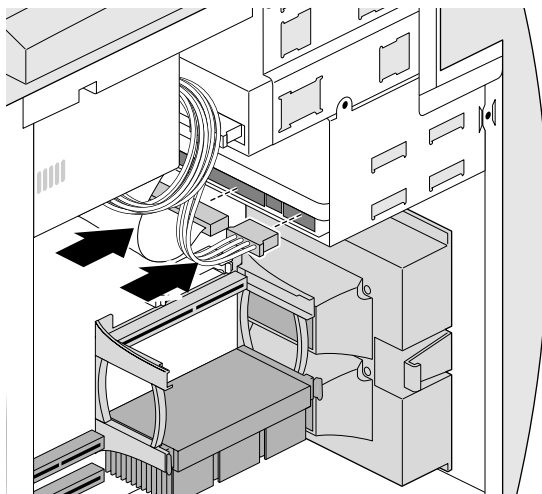

図 4-19 内蔵ハードディスクドライブへのケーブルの接続
9. ドライブが取り付けられている場合は、電源ケーブルとフラットケーブルをその背面に接続します（図 4-19）。